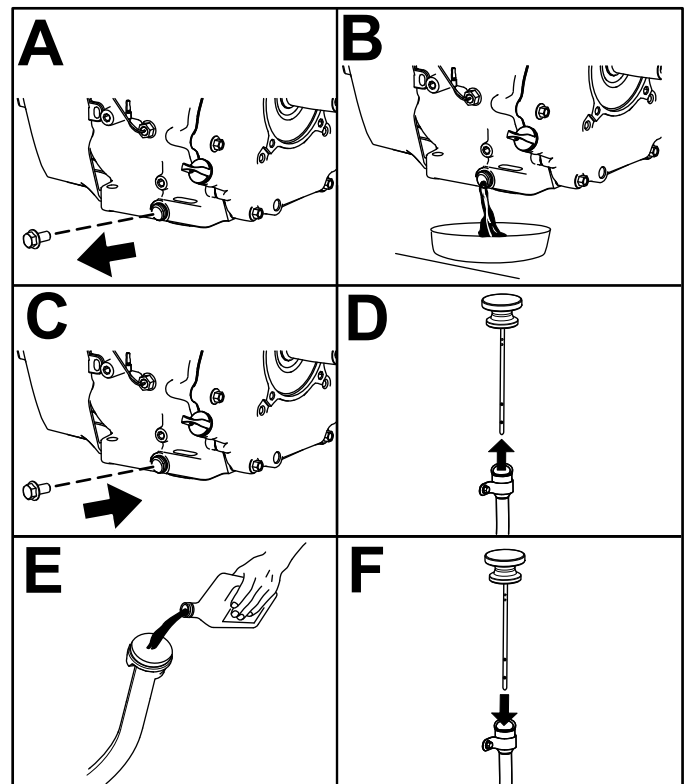

Bild 40
6. Wechseln Sie das Motoröl, wie in Bild 40 abgebildet.